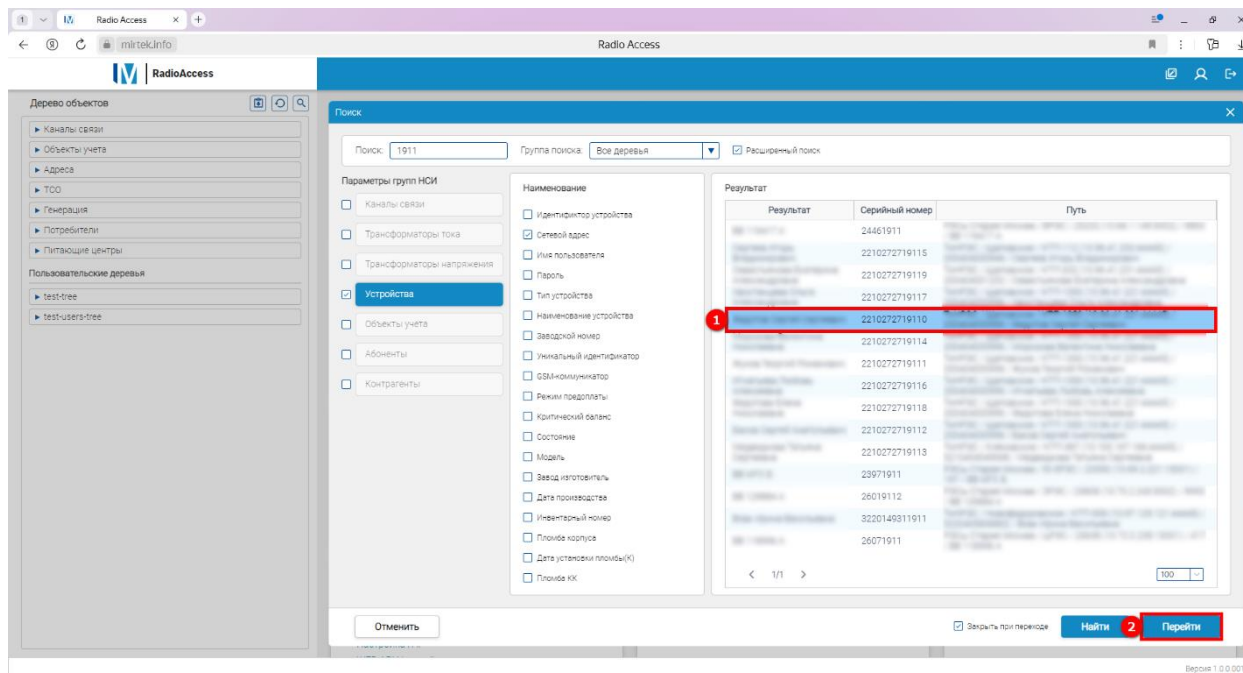

Рисунок 132 – Переход к выбранному компоненту в Дереве объектов
При выборе в списке строки с результатами поиска (1) (см. рисунок 132) и нажатии кнопки **Перейти** (2) будет автоматически осуществлен переход к выбранному компоненту в **Дерево объектов**.